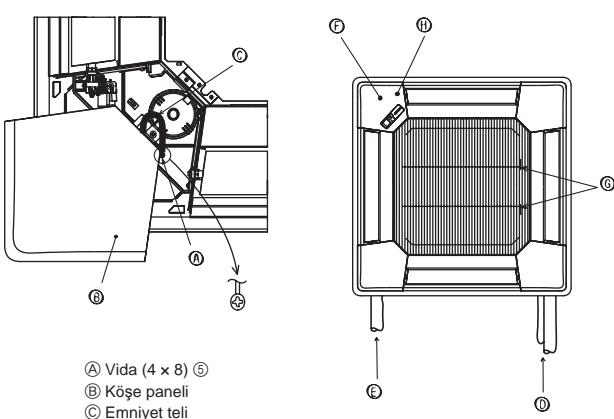

Fig. 9-10
9.7. Giriş izgarasının takılması (Fig. 9-10)